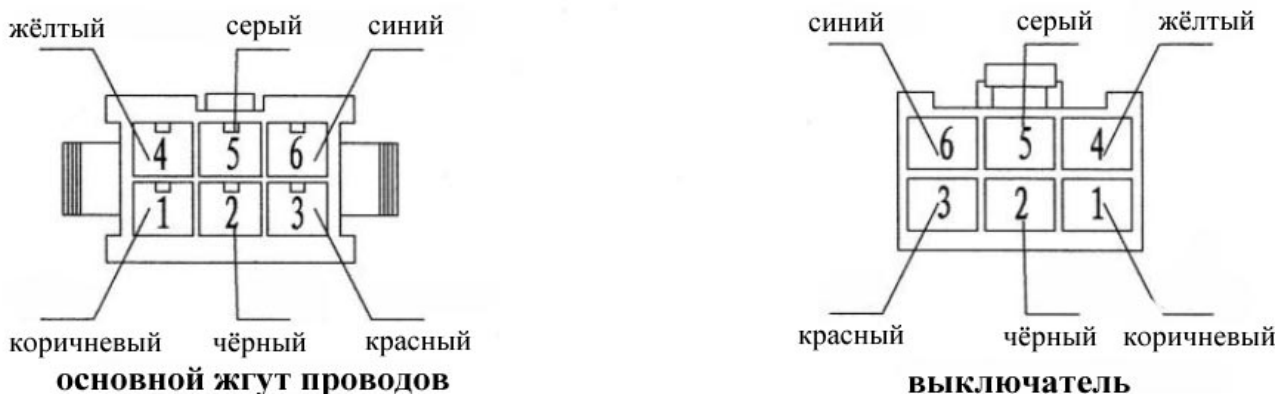

Рис.18
4.5.6 Используйте четыре самореза чтобы закрепить выключатель в удобном для работы и обзора индикатора месте. Концы проводов выключателя должны быть закреплены на разъёме в соответствии с Рис. 18, который при помощи самозащёлкивающегося механизма вставляется в разъем X9 на основном жгуте проводов.